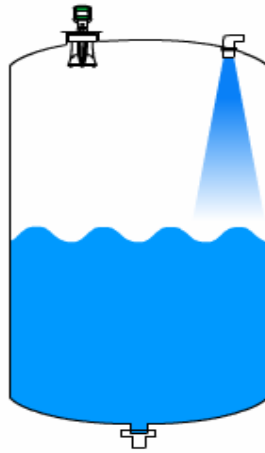

Figura 5, punto de instalación
- ⦿ El medidor se debe instalar lo más lejos posible de la entrada de material, como se muestra en la *Figura 5, punto de instalación*